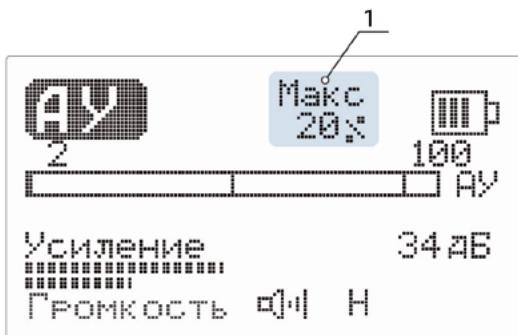

Рисунок 9 – Основной экран канала «АУ»
- 4.8 Работа акустическим методом на канале «АУ». Основной экран канала «АУ» (рис. 9).
Значение параметра (п. 1, рис. 9) – индикация при включенном пункте меню «Разность» (п. 4.8.2.4).
4.8.2.4 Стока меню «Разность». Отображение на дисплее относительной разности (в %) текущего и предыдущего значений сигнала (п.1, рис. 9). При увеличении сигнала «Разность» — знак «+», при уменьшении «-». Максимальное значение ±52 %.